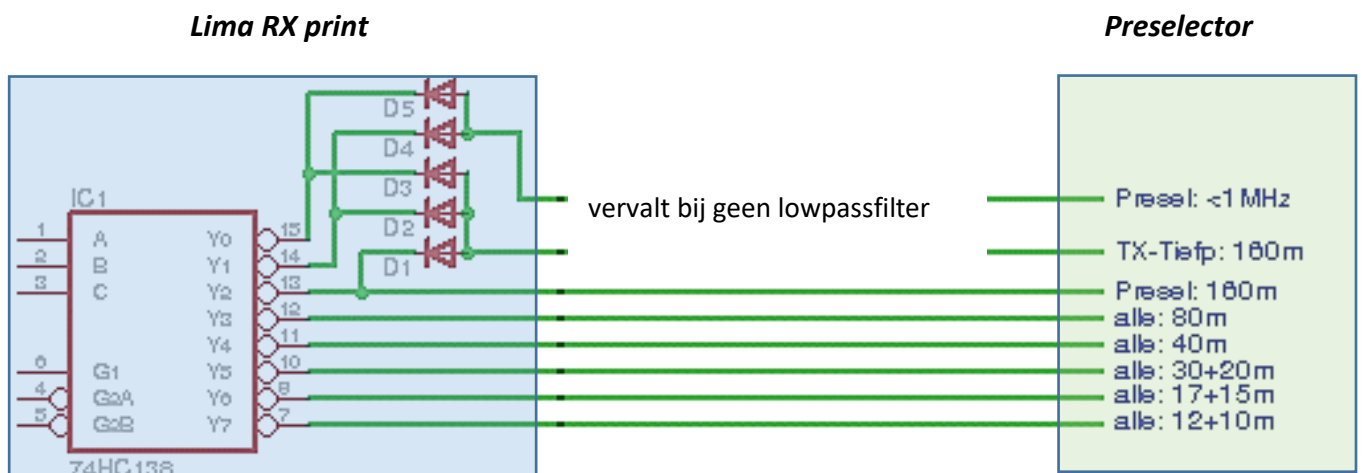

Fig. 38, Optionele schakeling.
Er zijn hiervoor 5 stuks 1N4148 diodes nodig, fig.38.
5.18. Bedrading voor de U02-SDR Preselector, fig. 38.